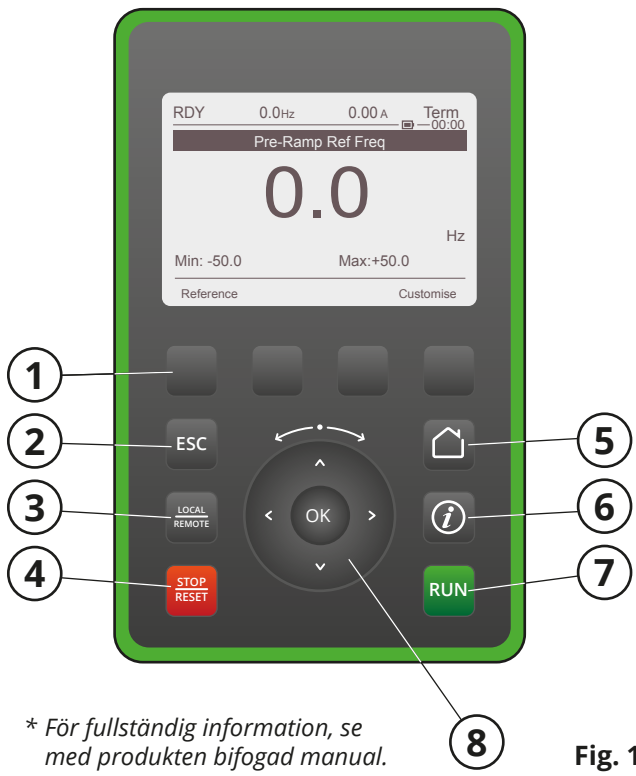

Fig. 1
All programmering utförs via tryckknapparna på frontdisplayen (se **Fig. 1**). De fyra FUNKTION-knapparna (1) väljer det som grafiskt står längst ner i displayen. ESC knapp (2) går ur meny eller en parameter, eller ignorerar parametern eller visat värde. LOCAL knapp (3) växlar mellan fjärr/ lokal styrning\*. STOP/RESET knapp (4) möjliggör att ett upptäckt fel kan återställas\*. HOME knapp (5) används tillsammans med ESC knapp för att låsa upp displayen. INFO knapp (6) visar information om exempelvis meny, undermeny och parametrar. RUN knapp (7) startar motorn i "lokalt" läge\*. Vred (8) används för val i menyer och för att bekräfta information.